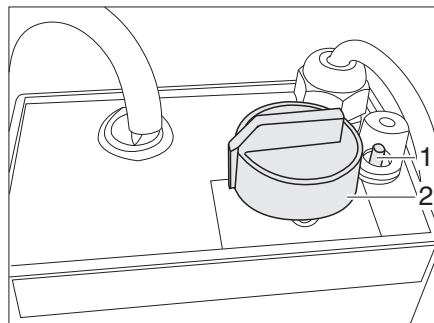

Fig. 301 Regulador para calentamiento eléctrico del piso/de la cama
- Girar el regulador giratorio (Fig. 301,2) hasta el nivel de calefacción deseado.
- Girar el regulador giratorio (Fig. 301,2) a la posición "0".
Si el regulador se sobrecarga, se activa la protección contra sobrecargas. El pasador (Fig. 301,1) salta y se sale.
- Cuando el regulador se haya enfriado, introducir el pasador (Fig. 301,1) de la protección contra sobrecarga.